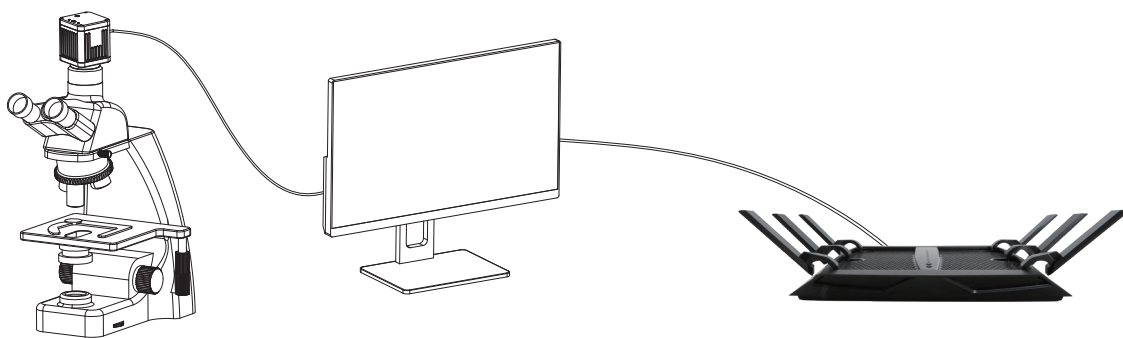

图2
- (1) 把教师端相机装在显微镜后，用相机的USB线连接Windows电脑。
- (2) 用长网线连接Windows电脑与主控视频LAN端口，如下图2：